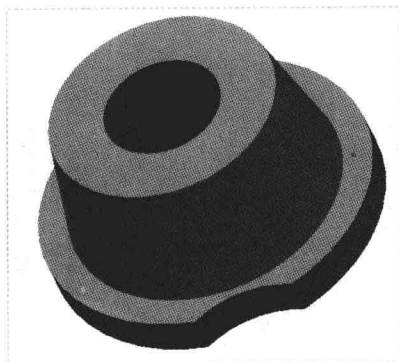

图 6-29 创建中性面拔模特征
Step 06 单击“应用并保存在工具中所做的所有更改, 然后关闭工具操控板”按钮, 即可创建中性面拔模特征, 如图 6-29 所示。